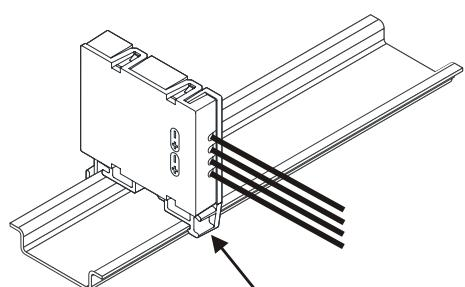

Fig. 1
- on a top hat rail (Fig. 1)
1. Press the line separator with the clip against the top hat rail until it engages firmly (Fig. 1).
- Auf einer Hutschiene (Fig. 1)
1. Drücken Sie den Linientrenner mit dem Klipp gegen die Hutschiene, bis er einrastet (Fig. 1).
- sur un profilé (fig. 1)
1. Pressez le séparateur de ligne contre le profilé à l'aide du clip jusqu'à ce qu'il s'enclenche (fig. 1).
- en un carril DIN (Fig. 1)